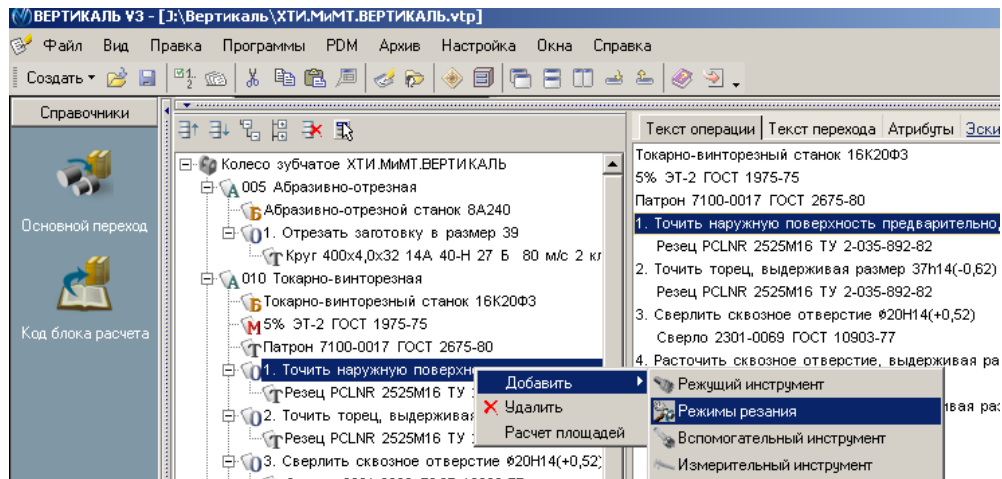

Рис.3
3. Установите курсор на переход 1 операции *010 Токарно-винторезная*. С помощью контекстного меню выполните команду **Добавить режимы резания** (рис. 3).